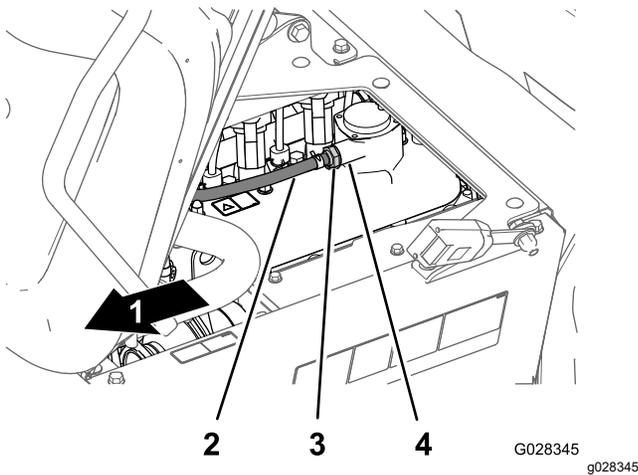

Figure 81
2. Déposez le clapet PCV du raccord sur le couvre-culasse (Figure 81).
Remarque: Si l'ajutage interne du clapet PCV cliquète, alors le clapet est réparable ; dans le cas contraire, remplacez le clapet (Figure 81).
4. Insérez le clapet PCV jusqu'à ce qu'il soit complètement engagé dans le joint du raccord du couvre-culasse (Figure 81).